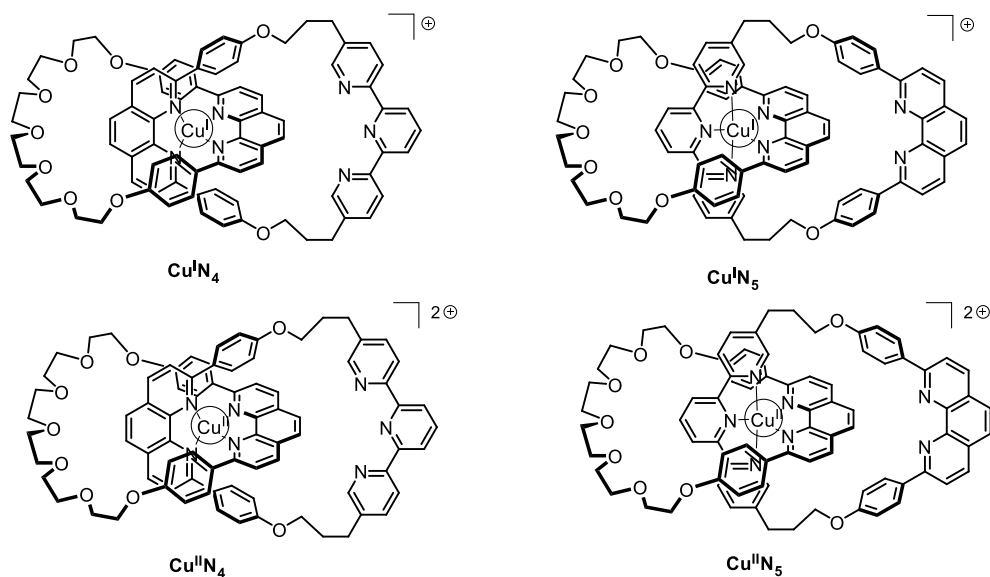

Fig. 2 – Estados del [2]catenano **L**
11. **Complete** los recuadros de líneas sólidas con los complejos involucrados, usando la designación de la Fig. 2, y los recuadros de líneas punteadas con la secuencia requerida para alcanzar el control electroquímico del sistema, utilizando la notación siguiente:  (rotación); $+e^-$; $-e^-$.